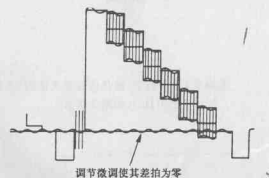

图6
④将预调开关置于 V 位置处, 调节 FINE 键(触按或松放), 使输出波形呈现零拍;
⑤将复位开关置于 NORMAL 处;
⑥调节 TP 201, 使其输出波形无差拍出现为止, 如图 6 所示。